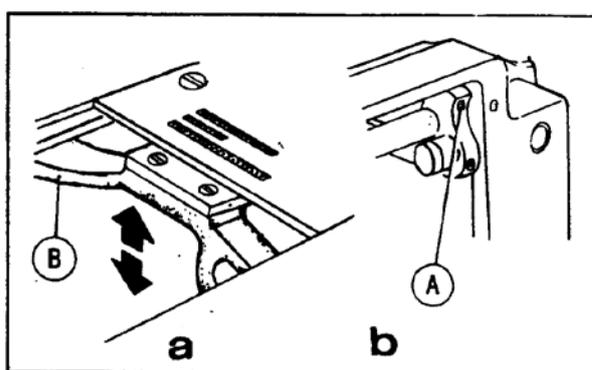

Рис. 22
## 18. Регулировка высоты подающей планки (рис. 22, 23)
- 2) Ослабьте винт (А) кулачкового рычага подачи справа (см. рисунок 22,б).